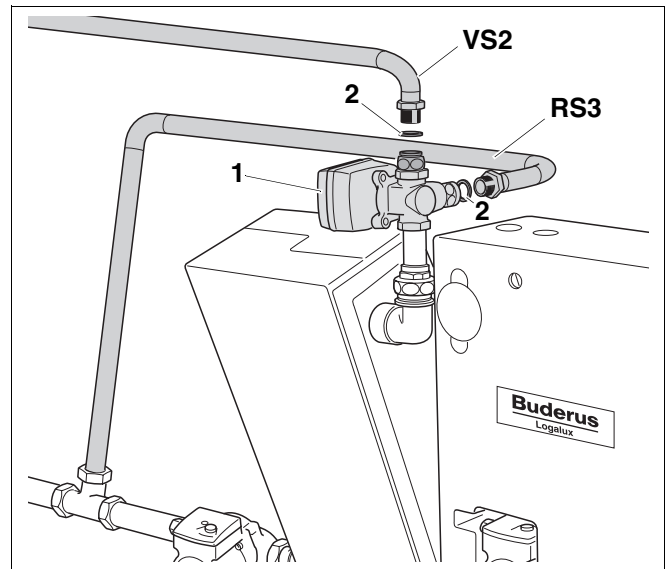

Abb. 12 Anschlussleitungen am Dreiwegemischventil montieren
Verbinden Sie den Pufferspeicher über das Dreiwegemischventil (Abb. 12, **Pos. 1 – MP**) und die bauseitig montierte Umwälzpumpe PP mit der Pufferentladestation.
- Legen Sie die Dichtung (Abb. 12, **Pos. 2**) ein, und verschrauben Sie die Rohrleitung vom Vorlauf des Pufferspeichers (VS2) mit dem senkrechten Anschluss des Dreiwegemischventils (MP).
- Legen Sie die Dichtung (Abb. 12, **Pos. 2**) ein.